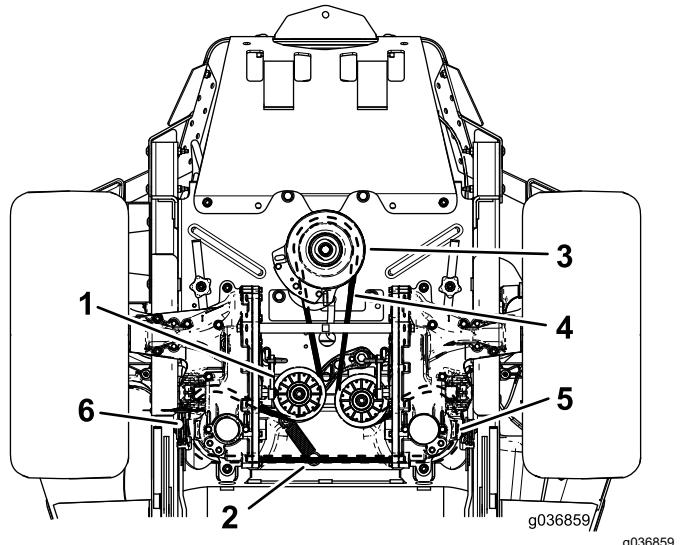

Figura 64
6. Retire a mola intermédia do poste (Figura 64)
8. Instale a nova correia em torno da polia do motor e das 2 polias da bomba hidráulica (Figura 64).